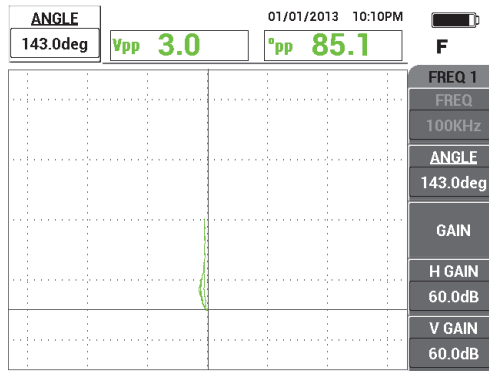

Abbildung 5-34 Vertikal ausgerichtetes Signal der Nut
4. Drücken Sie die Direktzugriffstaste ANGLE () und stellen Sie mit dem Drehknopf das Signal der Nut ein bis es vertikal ausgerichtet ist (siehe Abbildung 5-34 auf Seite 161).